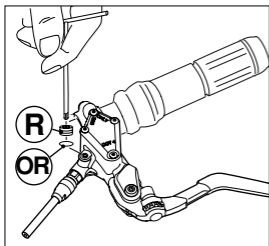

Fig. 14
- Den Stift **R** (Abb. 14) abschrauben und den **O-Ring** ausbauen. Besonders auf den O-Ring achten.